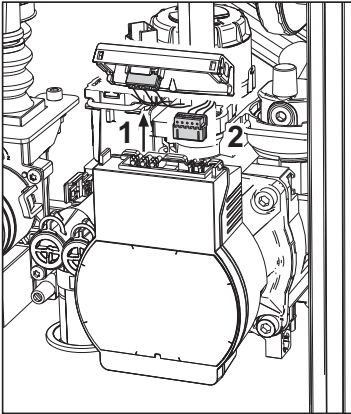

fig. 37
- Desconecte la electricidad de la bomba de circulación abriendo las conexiones y levantando el detalle “1” de fig. 37.